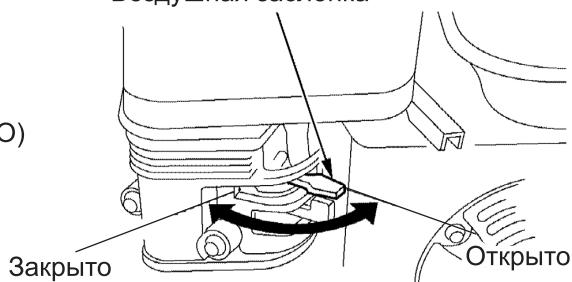

Рис. 19
Переместите выключатель зажигания в положение «Запуск» (ON) (рис. 19).
Переместите выключатель зажигания в положение «Выключено» (OFF) (рис. 19).